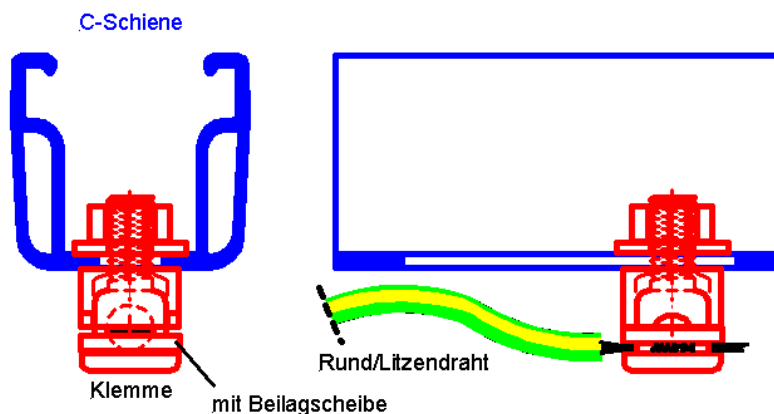

Abbildung 66: Anbindung des Montagesystems an die Erdung mittels novotegra-Erdungsverbinder
- Erdungsrunddraht mit 8-10 mm Durchmesser (bzw. in der Schweiz 6-10mm Durchmesser). Der Anschluss an die C-Schiene erfordert ein Anzugsmoment von 20 Nm (Abbildung 66 oben). ODER
- Erdungsleitung mit mindestens 16 mm² (blitzstromtragfähig, Kupfer, nicht feindrähtig) angeschlossen, (Abbildung 66 unten). Anzugsmoment 10 Nm
Kann dieser Trennungsabstand "s" zu den Blitzfang- und Ableiteinrichtungen (Maschen) nicht eingehalten werden, so muss der PV-Generator auf kürzestem Weg mittels Erdungsverbindern an den äußeren Blitzschutz angeschlossen werden. Dabei reicht es aus, jeweils eine der beiden Schienen jeder einzelnen Modulreihe anzuschließen. Dies geschieht mit einem Erdungsrunddraht von 8-10 mm Durchmesser (für die Schweiz gelten 6-10 mm Durchmesser) sowie mit den passenden Abzweigklemmen vom Blitzschutzsystem aus (ebenfalls bauseitig erforderlich). Anbringung des Erdungsverbinders an der C-Schiene wie in Abbildung 66 oben) beschrieben mit einem Anzugsmoment von 20 Nm.